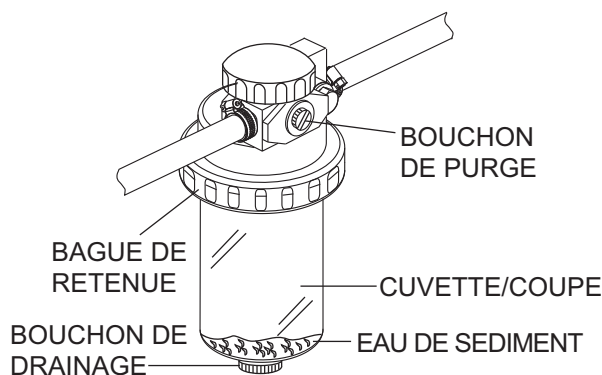

Figure 48. Séparateur d'eau /carburant
- Inspectez la cuve du séparateur d'eau (figure 48) par jour. Si la cuve a collecté une quantité importante d'eau et de sédiments au fond de la cuve, elle devrait être vidangée.